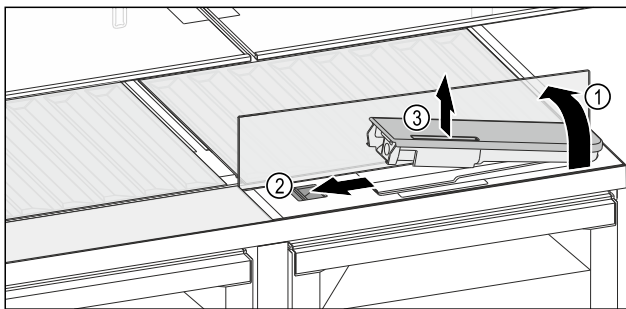

Fig. 131
- Sollevare il ripiano di vetro e ribaltarlo all'indietro fino all'arresto Fig. 131 (1).
- Spostare il cursore Fig. 131 (2) a sinistra.
- Rimuovere il serbatoio dell'acqua Fig. 131 (3).